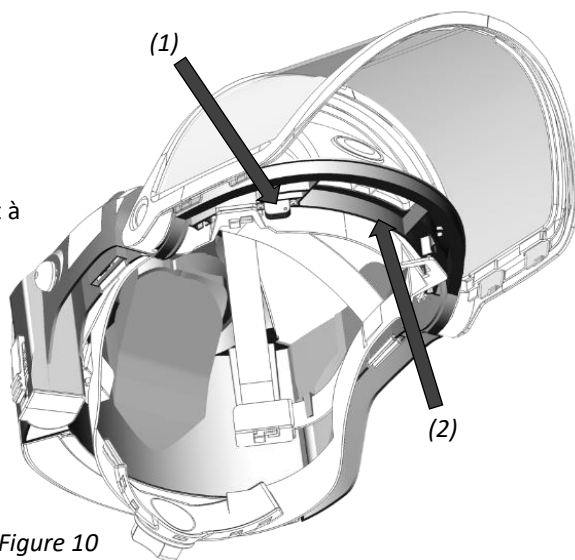

Figure 10
Si le respirateur fonctionne correctement, le voyant (Figure 10(1)) s'allume en VERT.
3. Utilisez votre main pour bloquer la sortie d'air comme illustré à la Figure 10(2).